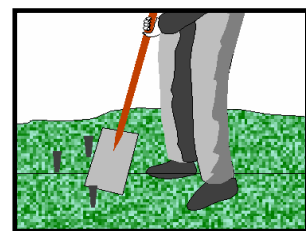

Rys.5
- Wyznaczyć miejsca położenia słupków oznaczając palikami (lub kredą) oś słupka prostopadłą do linii ogrodzenia; paliki wbić w odległości umożliwiającej wykonanie wykopu – ok. 0,5m od linii ogrodzenia. Rys.5